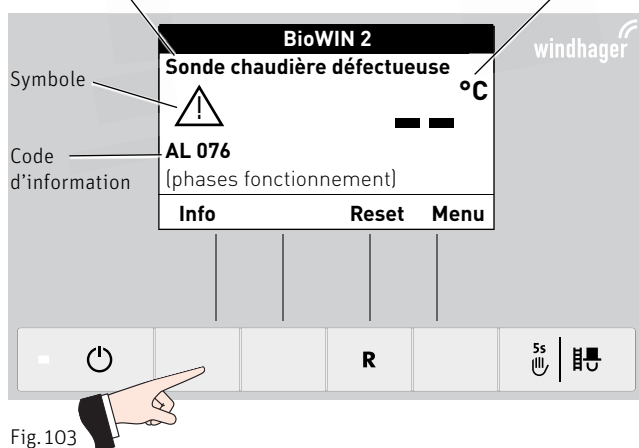
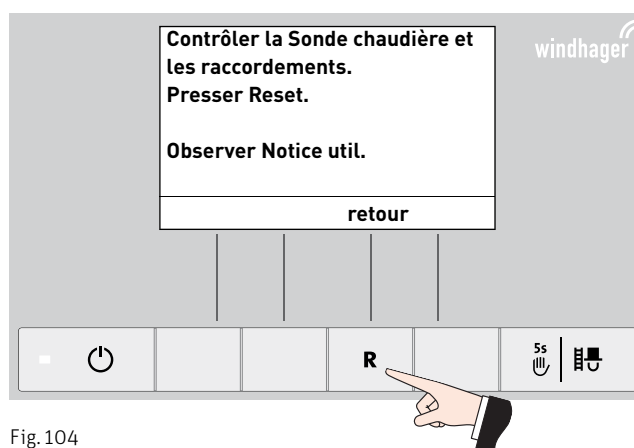

Fig. 103
Fig. 104
La chaudière à pellets ou chaudière bois à gazéification s'autocontrôle pendant la marche. Tous les écarts constatés par rapport au fonctionnement normal sont signalés sur le module InfoWIN^{PLUS} par des messages d'information, d'erreur ou d'alerte. Lorsqu'un tel message apparaît, un symbole d'information, d'erreur ou d'alerte, un code d'information s'affiche et une courte description en texte intégral se présente – Fig. 103.
La pression de la touche **Info** (Fig. 103) fait afficher le texte d'information correspondant (Fig. 104). Pour quitter le menu de texte d'information, presser la touche **retour** (Fig. 104) ; autre possibilité : au bout de 10 mn, le message d'information, d'erreur ou d'alerte s'affiche nouveau – Fig. 103.
Pour presque tous les messages, il faut appuyer sur la touche **Reset** une fois que l'erreur qui a provoqué l'apparition du message d'information (IN), d'erreur (FE) ou d'alerte (AL) a été éliminée. Dans ce cas, la mention « Reset » est affichée dans la barre de menu – Fig. 103.